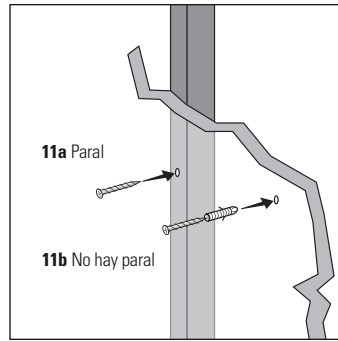

FIGURA 11a & 11b: Utilice tornillos Nº 10 cuando haya paral, utilice anclas de pared y tornillos Nº 10 cuando no haya paral.
6. Si está seguro de que hay un paral detrás de la pared, atornille tornillos con cabeza troncocónica nº 10 (no se incluyen) a través de la pared en el paral [figura 11a].